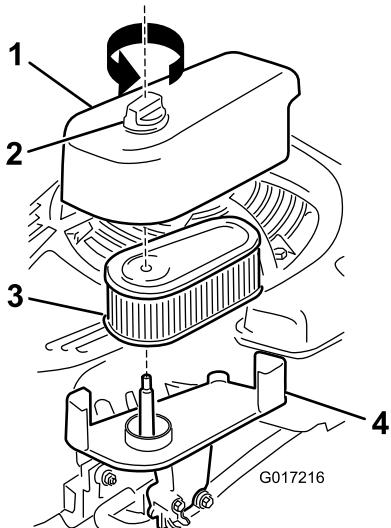

Figure 30
- Desserrez le bouton de fixation et retirez le couvercle du filtre à air (Figure 30).